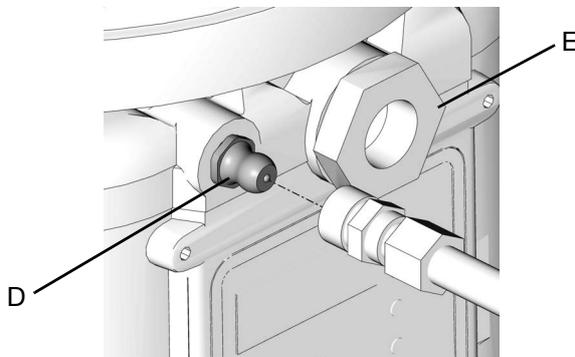

图 13
1. 将注入软管连接到 Zerk 入口管件 (D) (图 13)。
1. 将注入软管连接到 Zerk 入口管件 (D)（图 13）。